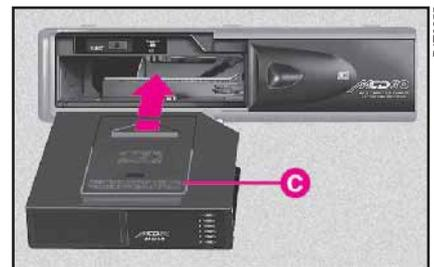

fig. 95
- introduire le changeur C (fig. 95) dans le lecteur de Disques Compacts avec le côté de l'étiquette (voir flèche) tourné vers le haut;